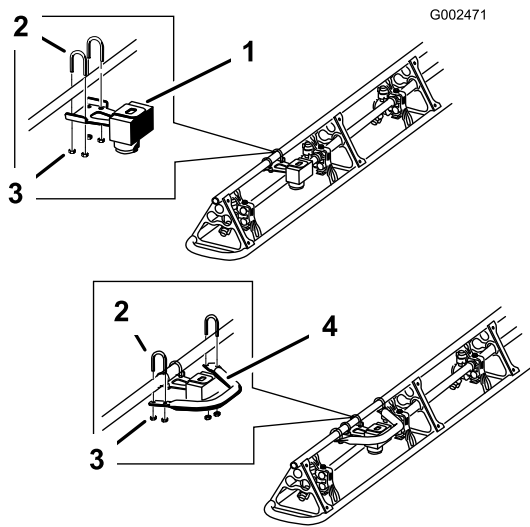

図 2
1. U ボルト 2 本とワッシャ 4 枚、および (5/16 インチ)、と locknuts & Nut1_4 を使用して、図 2のように右側超音波センサーを、右ブームの上部サポート・パイプの3番目と4番目のノズルの間に仮止めする。後で調整を行うのでナットは固く締めないこと。
- 超音波センサーを取り囲むように保護チューブを取り付ける；角の付いた側が内側（車両の方）を向くように取り付けること。保護チューブをブームに仮止めする（図 2）；U ボルト 2 本、ワッシャとナット 5_16 各 4、およびロックナットとナット 1_4 各 4 を使用する。後で調整を行うのでナットは固く締めないこと。